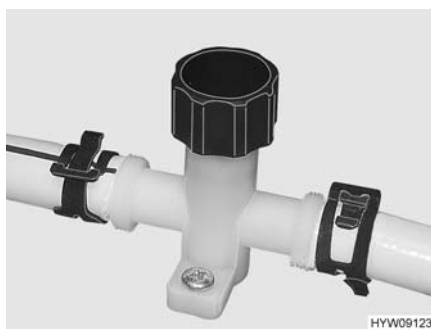
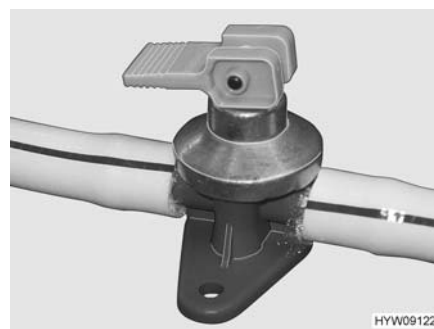

Fig. 115 Rubinetto di scarico (tubatura dell'acqua)
Fig. 116 Rubinetto di scarico (boiler Alde)
- Chiudere i rubinetti di scarico. Ruotare i coperchi (Fig. 115) in senso orario e posizionare la leva a bilanciere (Fig. 116) in posizione orizzontale.
- Aprire i rubinetti di scarico. A questo scopo, ruotare il coperchio (Fig. 115) in senso antiorario e posizionare verticalmente la leva a bilanciere (Fig. 116).